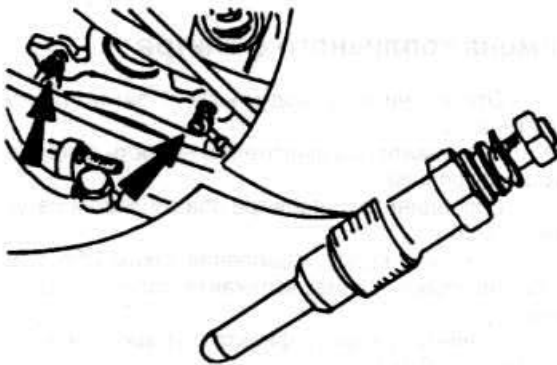

Рис. 2.166
- ♦ Ввинтите новые пусковые свечи и затяните их предусмотренным для этого моментом (рис. 2.166).